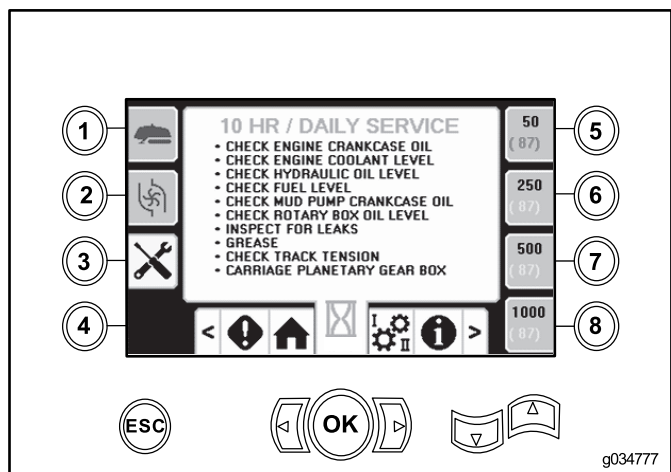

Figura 43
- Botón 3 – 10 horas/A diario(Figura 43)